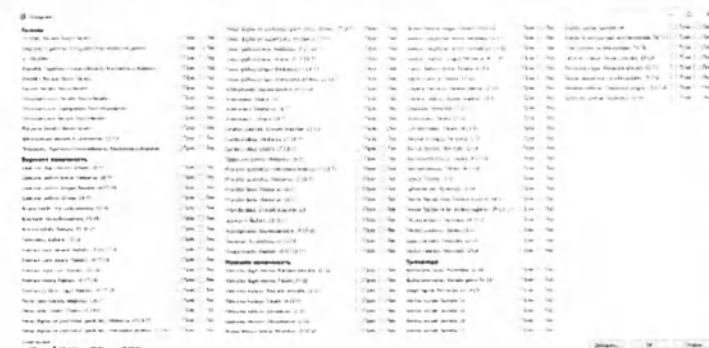
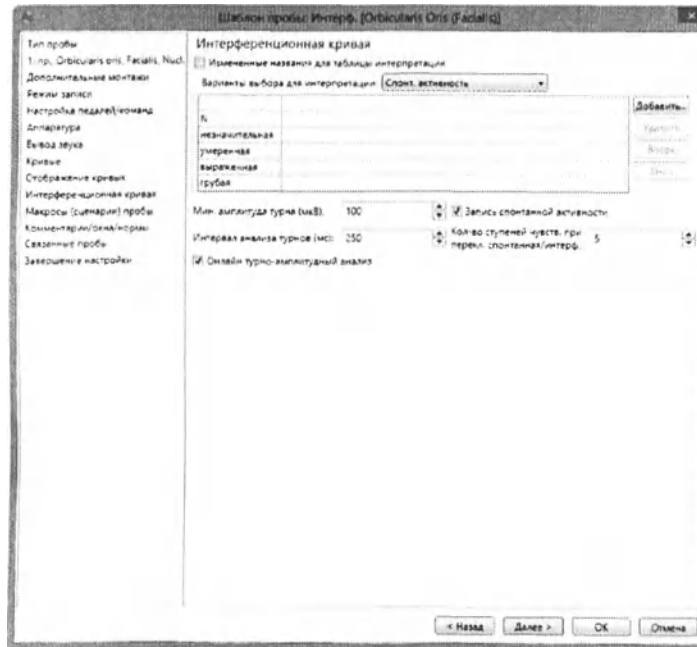
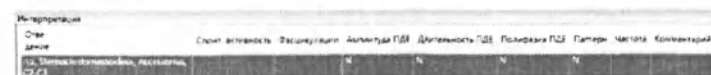

Рис. 3.126
Рис. 3.127
Рис. 3.128
После окончания записи можно отметить обнаруженные феномены в таблице «Интерпретация» (см. рис. 3.128).
При необходимости в одной пробе можно исследовать сразу несколько мышц. Для добавления названий отведений в таблицу «Интерпретация» (см. рис. 3.128) нажмите на ней левой кнопкой мыши и выберите из локального меню **Отведения для интерпретации**; при этом появится следующее окно (рис. 3.126).
Предварительная настройка шаблона пробы может быть произведена с помощью команды меню **Настройка\Шаблоны проб\Настройка**. Страница «Интерференционная кривая» мастера настройки шаблона пробы содержит следующую информацию (рис. 3.127).
«Измененные названия для таблицы интерпретации» — установите данный флажок-галочку для задания собственных названий столбцов таблицы интерпретации (рис. 3.128).
- На странице мастера «Интерференционная кривая» (рис. 3.127) установите флажок-галочку «Запись спонтанной активности» и укажите необходимое количество ступеней переключения масштаба (см. комментарий к рис. 3.127).
Окно анализа «Интерпретация» содержит характеристики спонтанной активности, потенциалов двигательных единиц (ПДЕ) и паттерна, определяемые врачом по результатам визуального анализа (рис. 3.128). Все названия столбцов данной таблицы и списки вариантов выбора могут быть заданы произвольно (см. комментарий к рис. 3.127).
Шаблон пробы **Quick EMG** создан на основе шаблона пробы **Интерференционная кривая** и служит для экспресс-обследования нескольких мышц в одной пробе. Основные отличия данного режима от интерференционной ЭМГ заключаются в том, что при создании новой пробы происходит автоматический запрос списка исследуемых мышц (рис. 3.126), а окна анализа ограничены только окном интерпретации результатов (рис. 3.128). Кроме того, список исследуемых мышц всегда можно изменить, вызвав окно, представленное на рис. 3.126, по команде меню **Проба|Отведения для интерпретации ([F5])**.